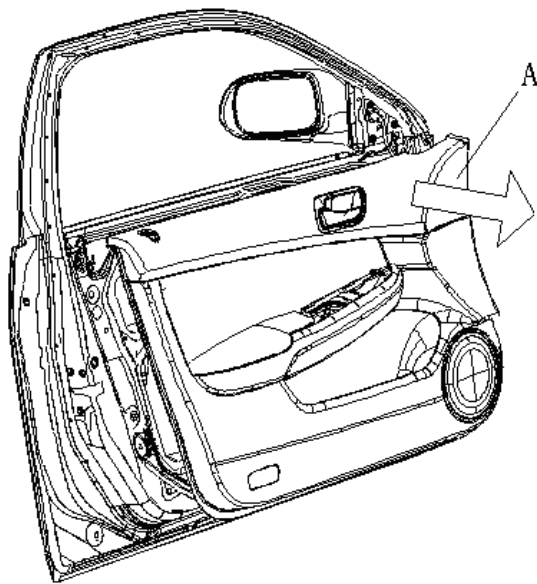

图 3
(2) 如图 3，按图示方向拔出门内饰板 A，具体方法请参照内饰拆卸方法，然后把手伸进门内饰和门钣金之间，脱开外后视镜的线束接插件。